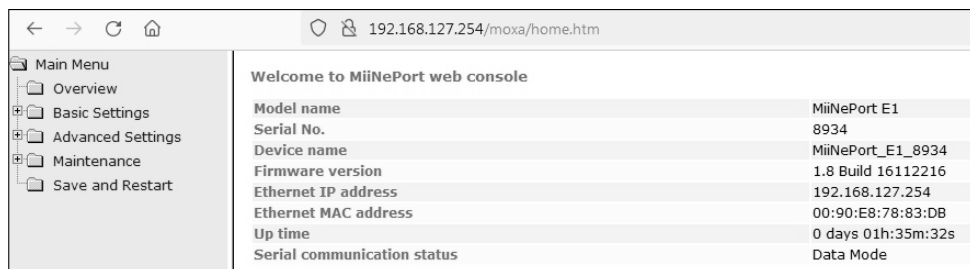

Рисунок 12 – Справочная информация
3.5.14 На экране отобразится страница с краткой справочной информацией о модуле «MiiNePort E1» (рисунок 12).